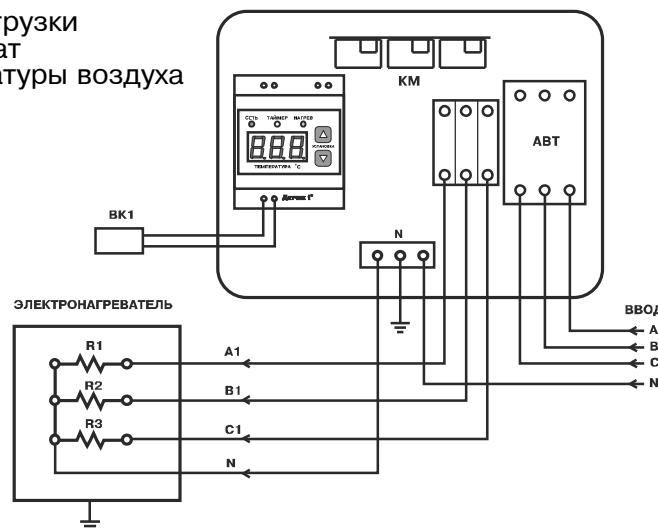

Рис.2 Схема подключения панели управления
5.2. Эксплуатация панели должна осуществляться только при условии ее подключения в соответствии со схемой электрической подключений (Рис.2).
6.3. Подключить панель к электронагревателю проводами или кабелями соответствующего сечения (см. паспорт на электронагреватель) согласно схеме подключений Рис.2 настоящего паспорта .
6.5. Подключить панель к питающей сети согласно схеме подключений Рис.2 кабелем соответствующего сечения исходя из номинальной мощности электронагревателя .
6.6. Выполнить заземление панели и корпуса электронагревателя в соответствии со схемой подключений Рис.2 .